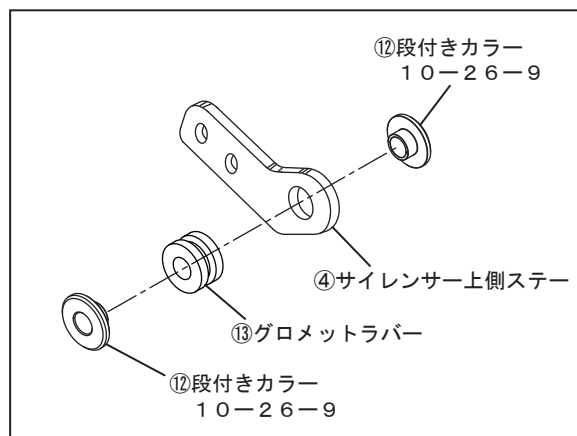

FIG. 8
6. ⑫段付きカラー10-26-9、⑬グロメットラバーを④サイレンサー上側ステアに取り付けて下さい。次に、④サイレンサー上側ステア及び⑮サイレンサー下側ステアを②サイレンサー上下のブラケットに⑤ボタンボルトM6×20、⑦SUSワッシャM6×13、⑩フランジナットM6を使用して仮締めして下さい。(FIG. 8, 9, 10参照)